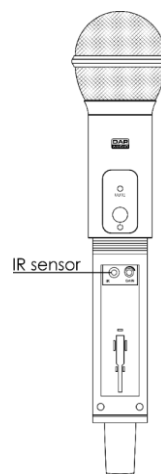

Fig. 11
- 06)** Collocare il **senso IR (41)** del microfono vicino al **display (09)**, per abbinare l'altoparlante col microfono (Fig. 11).